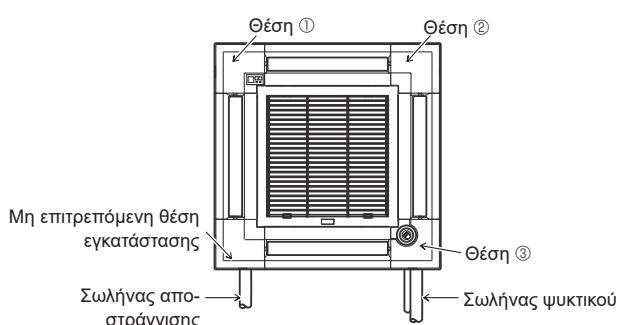

Fig. 9-11
Το γωνιακό πλαίσιο του δέκτη σημάτων δεν μπορεί να εγκατασταθεί στην πλευρά του σωλήνα αποστράγγισης για την κύρια μονάδα. (Ανατρέξτε στην Fig. 9-11)
- Το γωνιακό πλαίσιο του i-see Sensor θα πρέπει να στερεωθεί πάνω στη γρίλια ① με τη βίδα ③.
* Εάν η θέση του i-see Sensor έχει αλλάξει από την προεπιλεγμένη (θέση ③) σε άλλη θέση, αλλάξτε τις ρυθμίσεις λειτουργίας. (Ανατρέξτε στη σελίδα 12 και την Fig. 9-11)
- Το γωνιακό πλαίσιο του i-see Sensor δεν μπορεί να εγκατασταθεί στην πλευρά του σωλήνα αποστράγγισης για την κύρια μονάδα. (Ανατρέξτε στην Fig. 9-11)